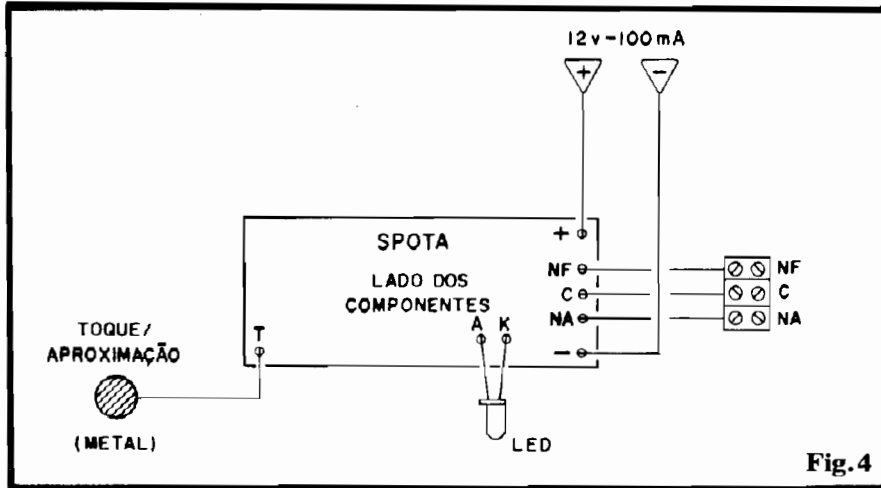

Fig.4
- **FIG. 4 - CONEXÕES EXTERNAS À PLACA** - Ainda vista pelo lado **não cobreado** (só que agora, sem o detalhamento das peças sobre a placa, uma vez que o assunto é outro...) a placa traz, na figura, as conexões externas, detalhadas... Atenção aos seguintes